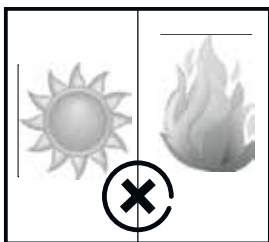

Fig. 2
- Não expor à luz solar directa. Quando a luz do sol atingir o copo do refrigerador, o desempenho do refrigerador será aumentado. Isto significa que tanto a temperatura dos produtos no interior como o consumo de energia irão aumentar. (Fig. 2)